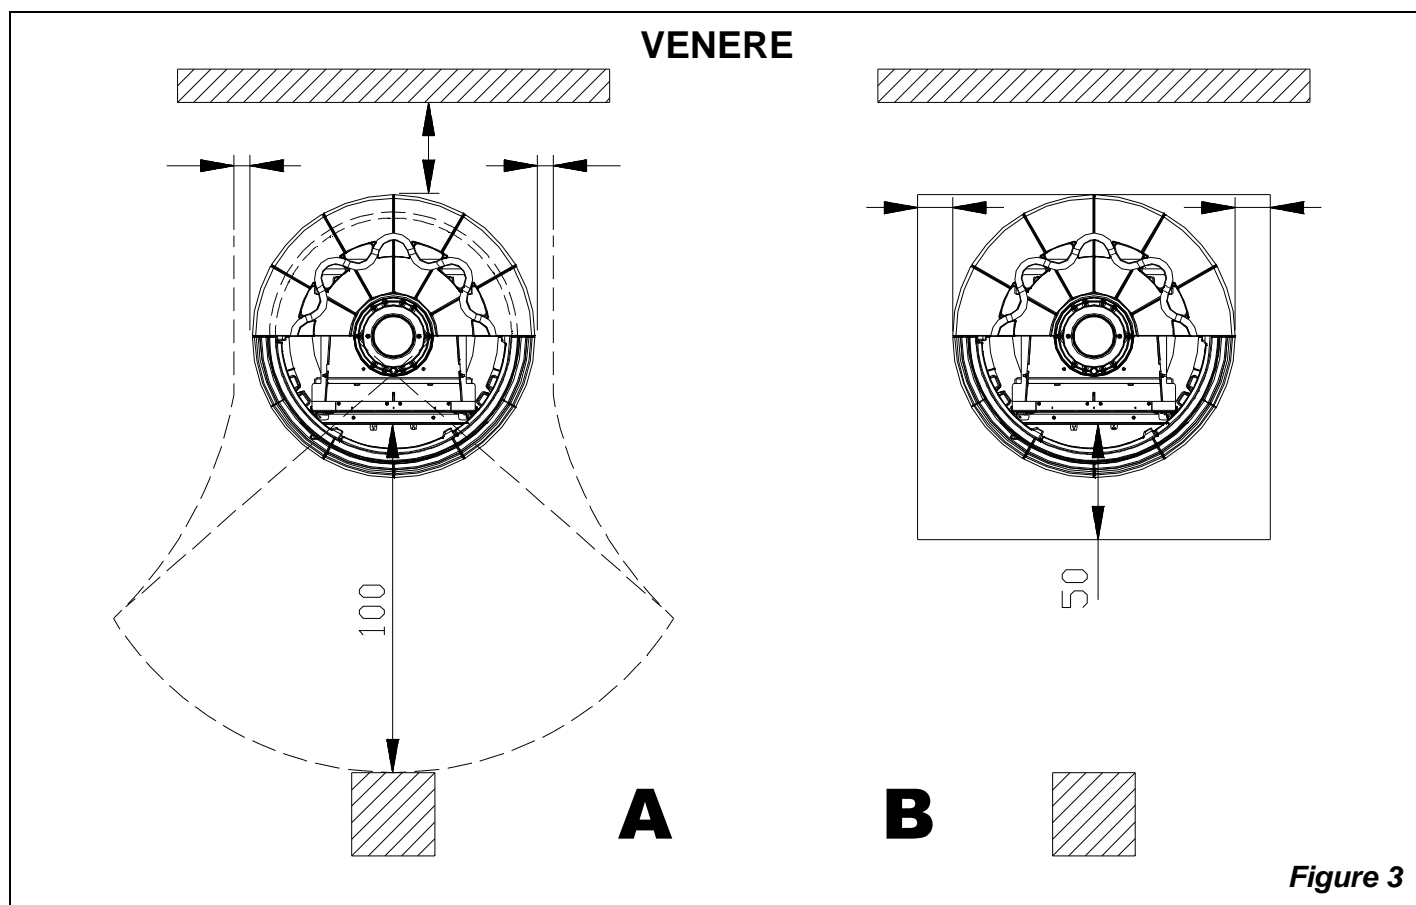

Figure 3
- a) pour assurer une isolation thermique suffisante, respecter la distance minimale de sécurité entre le poêle et les éléments de construction et objets inflammables et sensibles à la chaleur (meubles, revêtements en bois, tissus, etc.) (voir Figure 2 - Figure 3 A). **Toutes les distances minimales de sécurité sont indiquées dans l'étiquette du produit et on il NE FAUT PAS descendre au-dessous des valeurs indiqués.**
- c) si le produit est installé sur un sol de matériau inflammable, prévoir une base ignifuge. **Les sols composés par matériaux inflammables**, comme moquette, parquet ou liège etc., **doivent être remplacés** par une couche de matériel pas inflammable, par exemple céramique, pierre, vitre ou acier etc.. (dimensions selon les dispositions régionales). Le fond doit dépasser frontalement d'au moins **50cm** et latéralement d'au moins **30cm** au-delà de l'ouverture de la porte de charge, (voir Figure 2 - Figure 3 B).